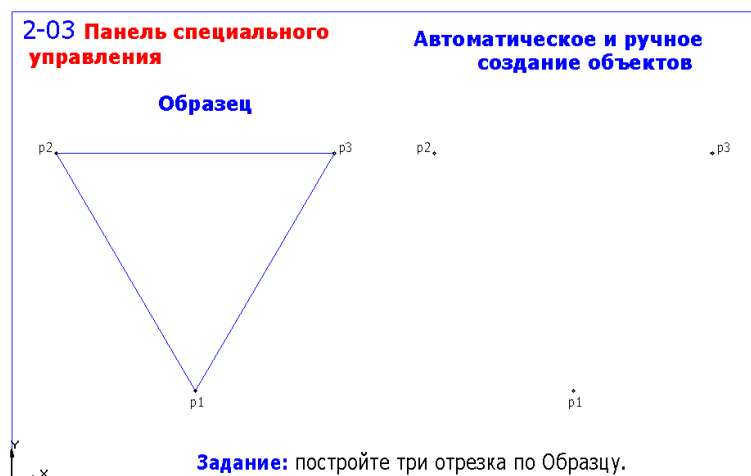

Рис. 3
5. Откройте файл фрагмента 2.03 (рис. 3) и выполните упражнение с использованием режима автоматического создания объектов. Отмените выполненные действия командой **Отменить**. Отключите режим автоматического создания объектов на панели специального управления и повторите построения в режиме ручного создания объектов. Сохраните результат.